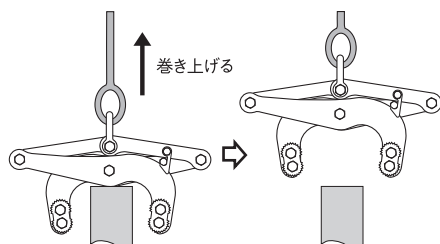

図3
- (4) 必ず吊り荷が安定しているかを確認した後、目的地に移動させて下さい。
- (5) 目的地に移動した後、クレーンフックを巻き下げ、吊り荷を着地させて下さい。吊り荷が安定した状態で着地しているかを確認して下さい。この時フックプレートは自動的に掛かりますが、万一掛かっていない時は手で掛けて下さい。
- (6) クレーンフックを巻き上げて下さい。クランプのみが吊り上がります。(図3)
- (7) 同じ作業を行う場合は、操作方法(2)より繰り返しご使用下さい。